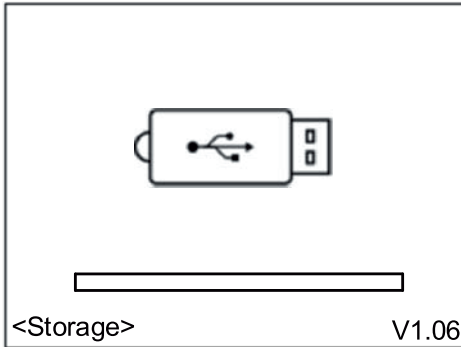

Рисунок 4.24 – Режим USB-накопителя
2. Нажмите кнопку «ENT», чтобы перевести панель в режим USB-накопителя (см. рисунок 4.24).